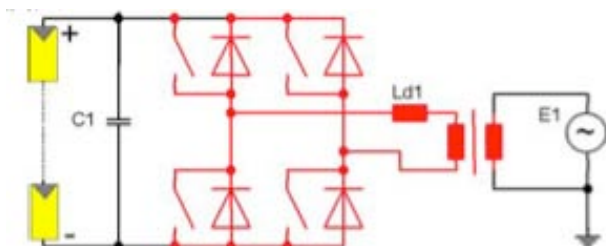

Figure 4 :Circuit simple utilisant un pont de transistors (source : ISET [2])
UDC correspond à la tension aux bornes du condensateur d'entrée d'un montage simple (figure 4) et UL1 à la tension injectée au réseau donc de fréquence 50 Hz.
- La figure 4 présente un exemple de circuit simple composé d'un pont de transistors commandé par PWM\*. Le signal alternatif obtenu est ensuite filtré par l'inductance Ld située avant le transformateur\* (ou Lac sur les autres schémas) afin d'obtenir un signal alternatif **sinusoïdal** à la fréquence du réseau.